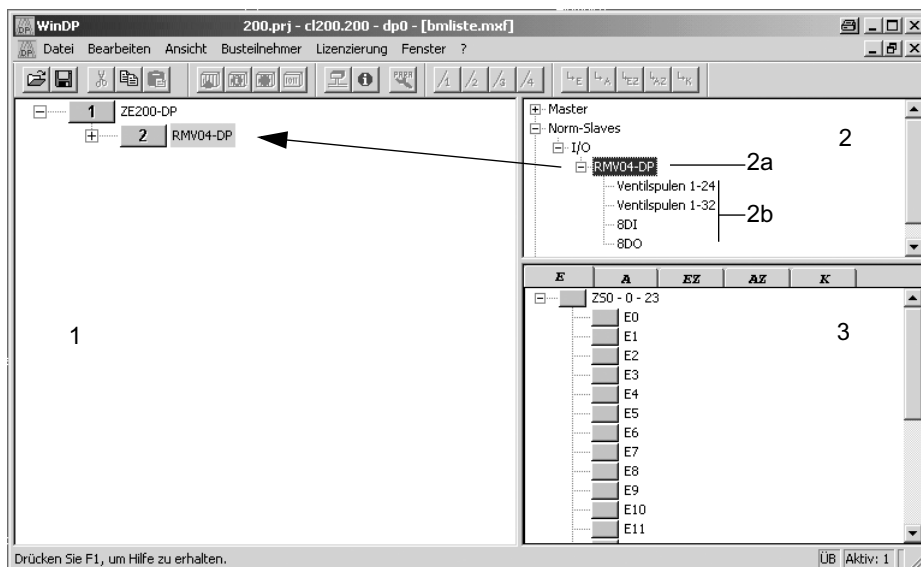

Рис. 13:Диалоговое окно Редактор WinDP, обозначение окон
1. Вызовите диалоговое окно редактора WinDP (см. рисунок 13).